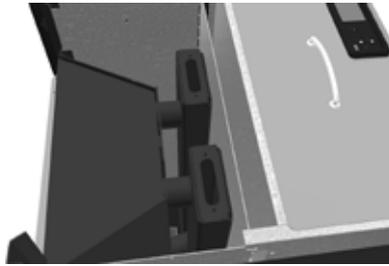

**Fig. 29 – Rimozione delle spine**
- Svitare le viti dei tappi superiori (vedi Fig. 29).